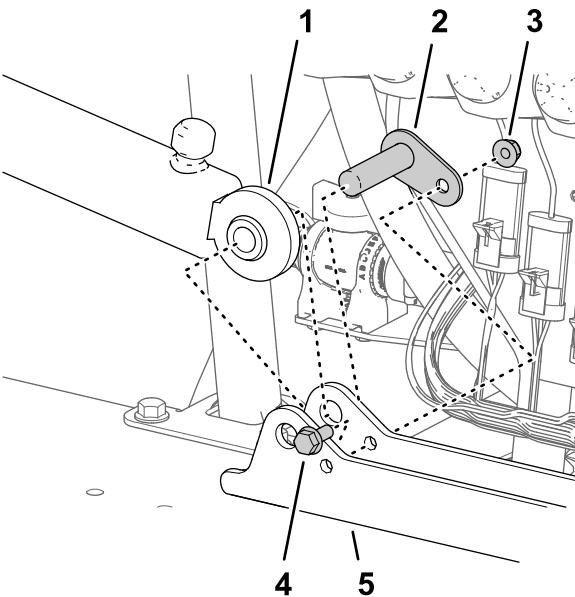

Figura 115
1. Alinhe a extremidade fixa do cilindro de elevação que retirou no passo 3 de Retirar os cilindros de elevação \(página 21\) com o orifício de 16 mm na montagem do cilindro (Figura 115).
2. Monte o cilindro na montagem do cilindro com o pino de articulação, o parafuso de cabeça flangeada e a porca flangeada (Figura 115).